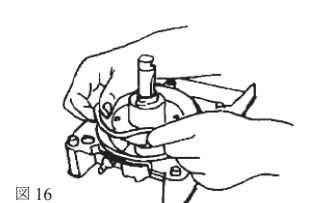

図16
- 1) ポンプダイヤフラムの穴にポンプフレーム上のニップルをはめてください。そしてポンプダイヤフラムの淵をポンプチャンバの周りにしっかりと掛けてください(図16)。